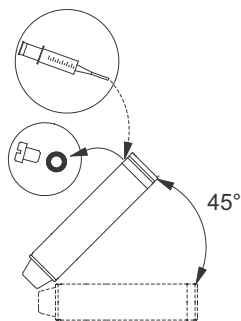

Fig. 4 Posición del motor durante el llenado (MS 6000C)
- Si el motor procede de stock, debe comprarse el nivel de líquido antes de instalar el motor en la bomba. Consulte la fig. 4.
- Si se ha realizado alguna operación de mantenimiento, deberá comprobarse el nivel de líquido. Consulte la fig. 4.
1. Sitúe la bomba sumergible como se muestra en la fig. 4. Asegúrese de que el tapón de llenado se encuentre en el punto más alto del motor.
3. Inyecte líquido en el motor con la jeringuilla de llenado (fig. 4) hasta que se desborde por el orificio de llenado.